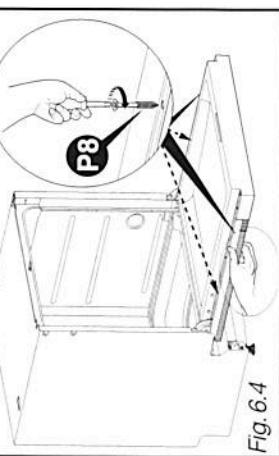

Fig. 6.4
- Abrir a porta da máquina de lavar louça segurando o painel placiado na porta. Centrar o painel de madeira lateralmente se necessário em relação ao painel. Pôr os 2 parafusos P8 (Fig. 6.4).